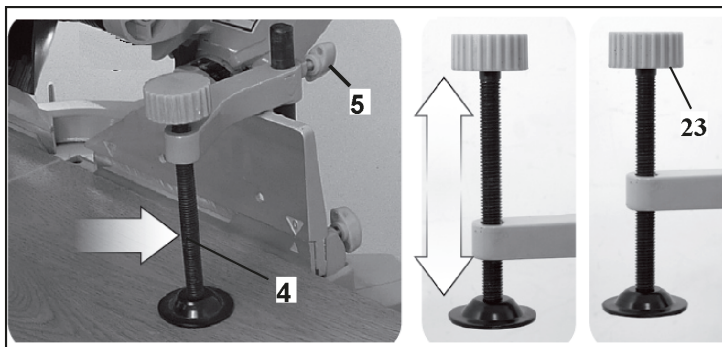

Рис. 20
6.10. Установка обрабатываемой заготовки (Рис. 20)